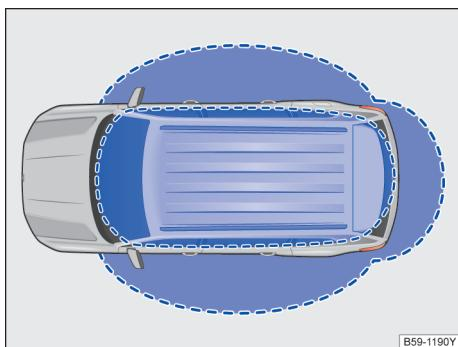
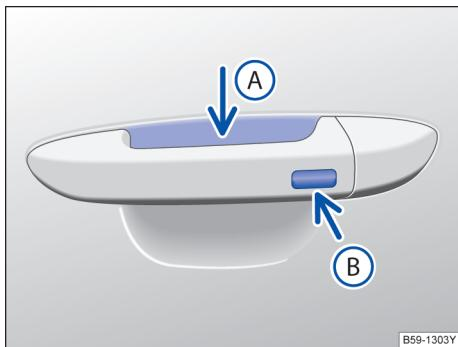

图 51 无钥匙进入闭锁/启动系统：工作范围
图 52 无钥匙系统 Kessy：车门拉手上的传感区
Kessy 是一种无钥匙系统，它可以实现在不操作遥控钥匙的情况下解锁或锁止汽车。操作者只需随身携带一把有效遥控钥匙，并处于车门或行李厢盖的有效感应区域内→图 51，同时触摸车门拉手上的传感区之一→图 52 或按压行李厢盖上的按钮进行简单操作即可实现。
如果有一把有效遥控钥匙在接近范围→图 51 内，则无钥匙系统 Kessy 会将访问权限授予该钥匙。紧接着可以在不主动操作遥控钥匙的情况下执行以下功能：
- 触摸在驾驶员或副驾驶员车门拉手内侧的传感区→图 52（箭头 A）。
- 触摸车门拉手上的传感区→图 52（箭头 B）一次。汽车锁止。
如果汽车已锁止并且一把有效汽车钥匙位于行李厢盖的接近范围内→图 51，行李厢盖在通过把手按钮打开时会自动解锁。
- 要便捷关闭所有电动车窗和天窗, 请用手指按住车门拉手上的传感区→图 52(B)几秒钟。
- 松开传感区→图 52(B)即可中断该功能。如果在松开车门拉手上的传感区→图 52(B)后立即将手放入→图 52(A)内, 则所有车窗停在原位置(安全功能)△→第 56 页。